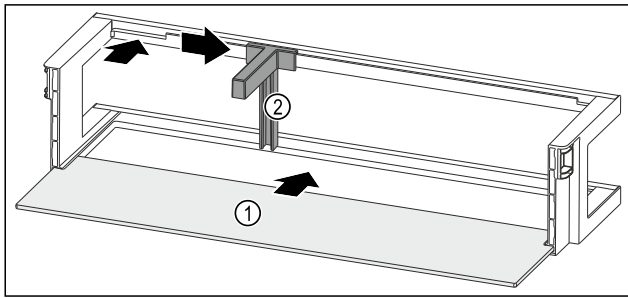

Fig. 169 带搁板的门边存放架
- ▶ 将搁板 Fig. 169 (1) 推入侧面凹槽。
- ▶ 将瓶托 Fig. 169 (2) 装入槽中。
- ▶ 将瓶托 Fig. 169 (2) 推至一侧的所需位置。